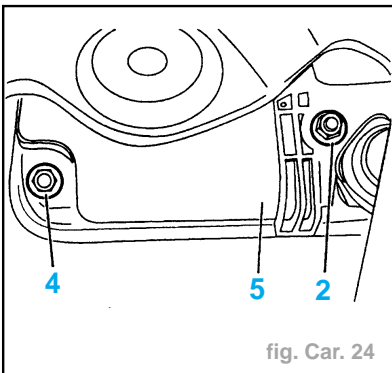

fig. Car. 24
- Déposer (fig. Car. 24) :
- les fixations (4),
- le support verrou (5),